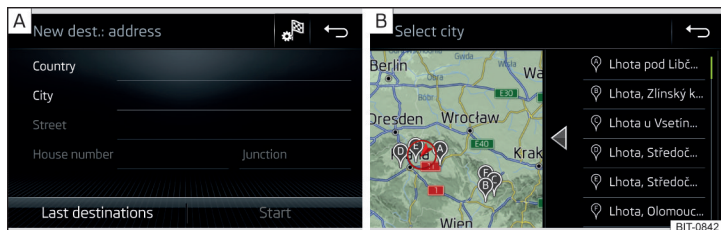

Fig. 211 Introducir destino a través de la dirección: Menú principal / Lista de los lugares seleccionados
- Introducir la dirección de destino y luego confirmar » fig. 211 - **A**.
Dependiendo de la cantidad de los lugares buscados puede visualizarse automáticamente un mapa con una lista de los lugares solicitados » fig. 211 - **B**.